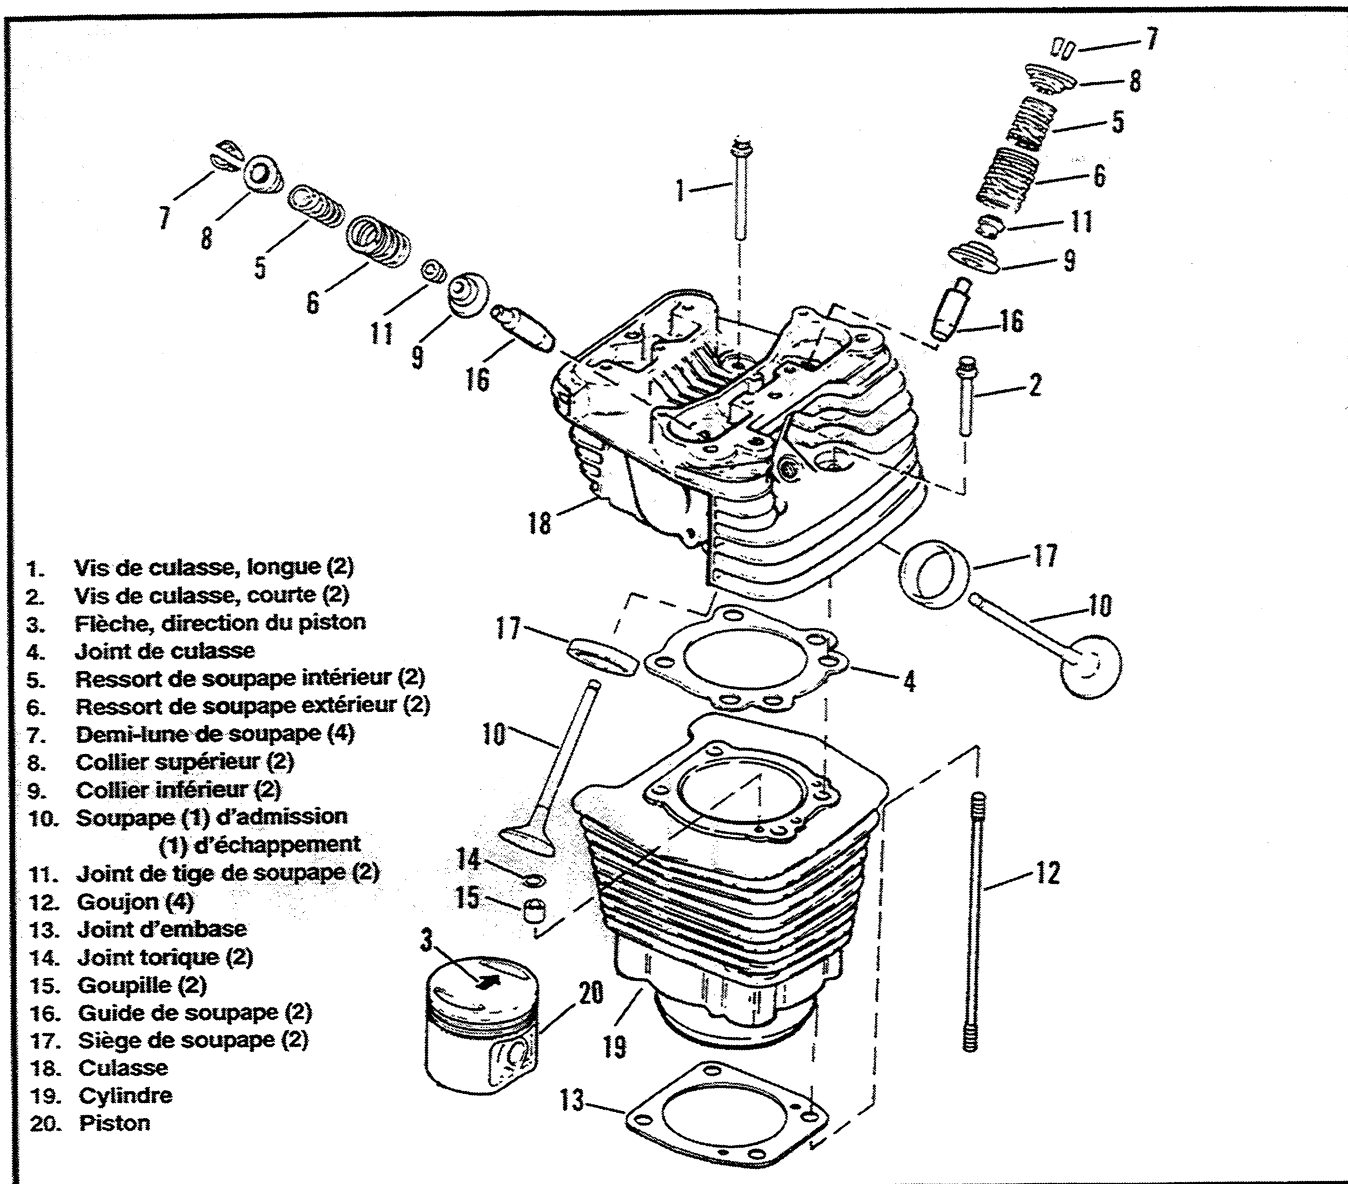
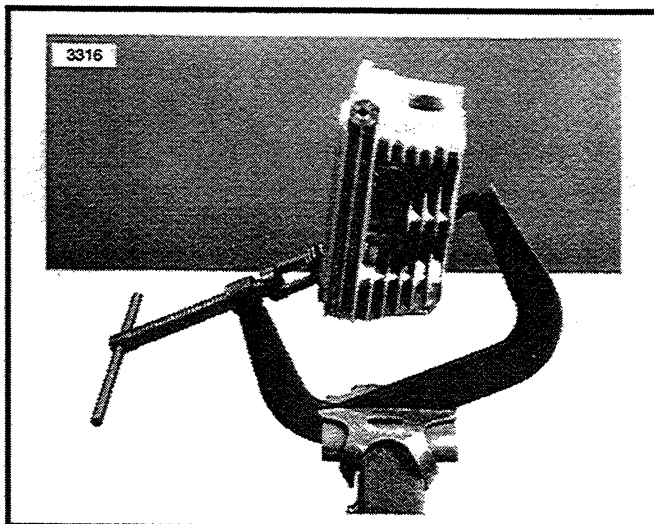

Figure 3-8. Culasse, cylindre et piston
Figure 3-10. Compression des ressorts de soupape
Desserrer (ou serrer) progressivement les vis de culasse en suivant la séquence indiquée dans la figure 3-8, afin d'éviter de déformer la culasse, les goujons du cylindre et du carter moteur.
11. Voir Figure 3-8. Retirez la culasse (18), le joint de culasse (4) et les joints toriques (14).
1. Voir Figure 3-8. Comprimez les ressorts de soupape (5 et 6) avec le LEVE-SOUPAPE (réf. HD-34736B) (voir Figure 3-10).
2. Voir Figure 3-8. Retirez les demi-lunes (7), le collier supérieur (8) et les ressorts (5 et 6). Repérez les demi-lunes afin de pouvoir les remonter dans leur position d'origine.